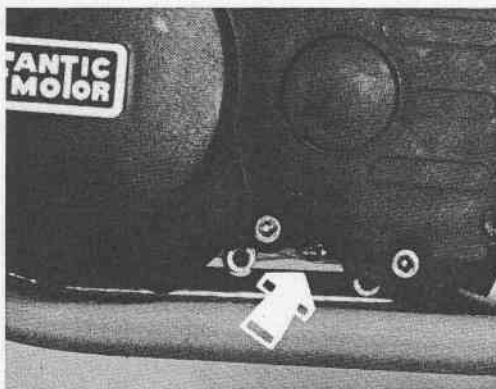

Fig. 9 - Vis de vidange d'huile
- dévissez la vis de vidange située au-dessous du moteur (Fig. 9).